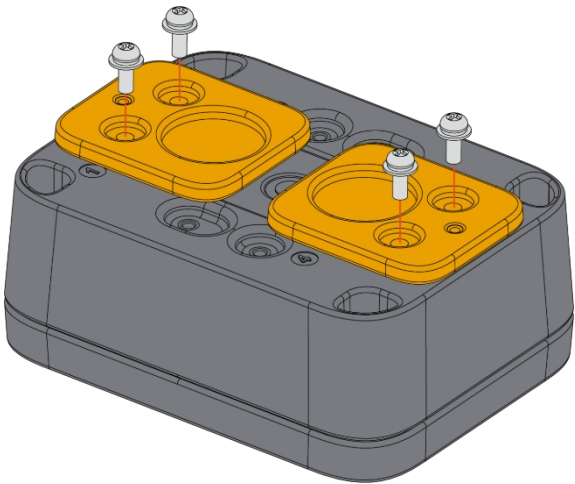

Abbildung 27: Befestigung der Magnethalterung am Gehäuse
2. Befestigen Sie die mit dem Buchstaben **G** gekennzeichnete Magnethalterung mit einer (1) bis zwei (2) M3\*8-mm-Kopfschrauben mit Unterlegscheibe am WisBlock Unify-Gehäuse. Platzieren Sie sie an den festen Positionen Nr. **1 und 3** des Gehäuses, wie in **Abbildung 27** dargestellt.